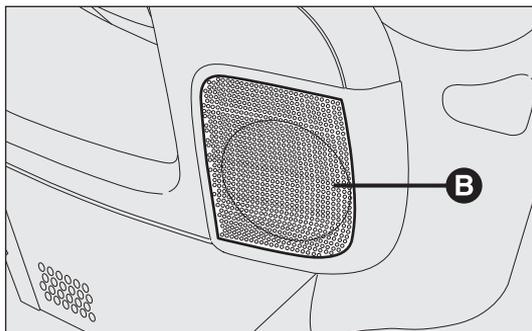

Abb. 129
- 2 Mid-Woofer-Lautsprecher B auf den Vordertüren (Durchmesser 165 mm, mit einer Höchstleistung von je 40 W) Abb. 129;